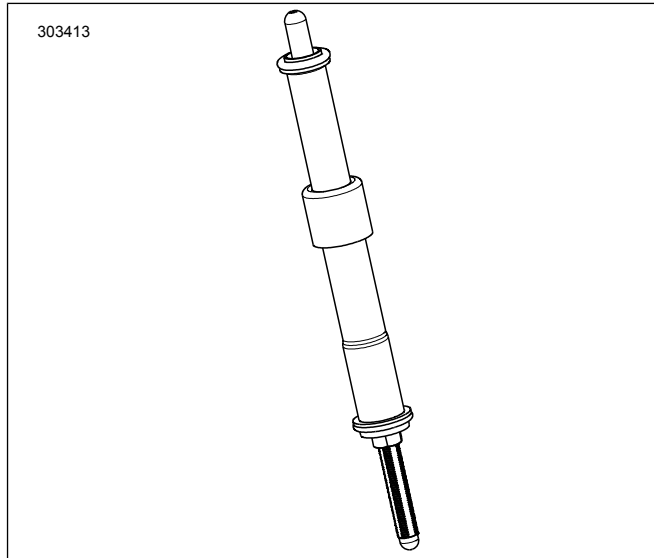

Figura 2. Vareta de compressão instalada na tampa da vareta de compressão
7. Figura 2 Instale as varetas de compressão de admissão nas tampas das varetas de compressão. Substitua os anéis de vedação "o-ring", a tampa inferior da vareta de compressão e o fixador da tampa da mola com os novos componentes fornecidos no kit. Certifique-se de que a extremidade de ajuste da vareta de compressão esteja para baixo.